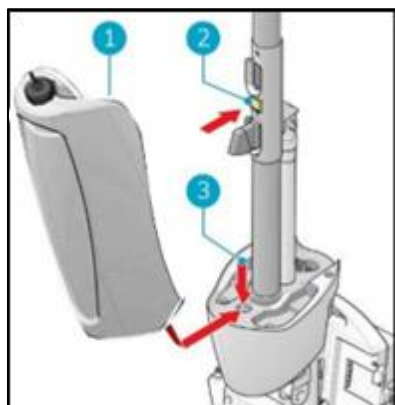

Figura 35.
14. Coloque la parte inferior del depósito de recogida (Figura 35, pos. 1 y pos. 3) en la parte delantera del i-mop® XXL
15. Empuje la parte superior del tanque en su lugar hasta que escuche un "clik", el imán (Figura 35, pos 2) bloqueará el tanque de recuperación en su lugar.